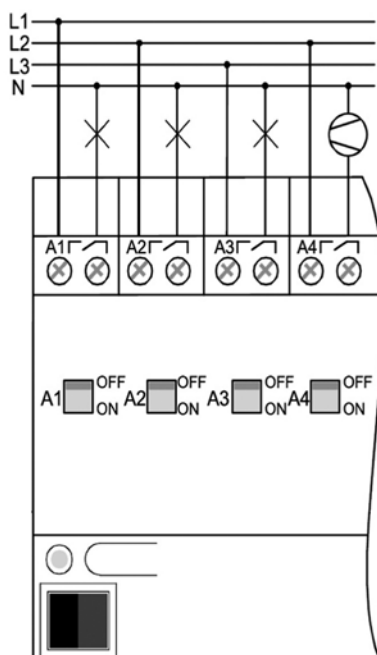

Fig. 1: Elektrischer Anschluss
- Den Anschluss der Lasten und der Busleitung gemäss Fig. 1 (Anschlussbeispiel) vornehmen.